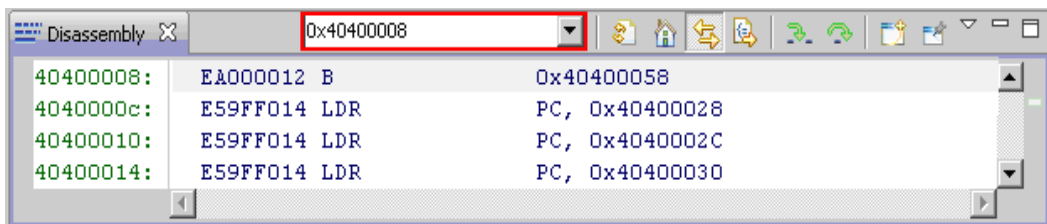

图 2-3-1
5. 选择工具栏[View]→[disassembly]选项, 打开汇编窗口。在该窗口中键入 0x40400008 并按下回车跳到该地址, 如图 2-3-1 所示: